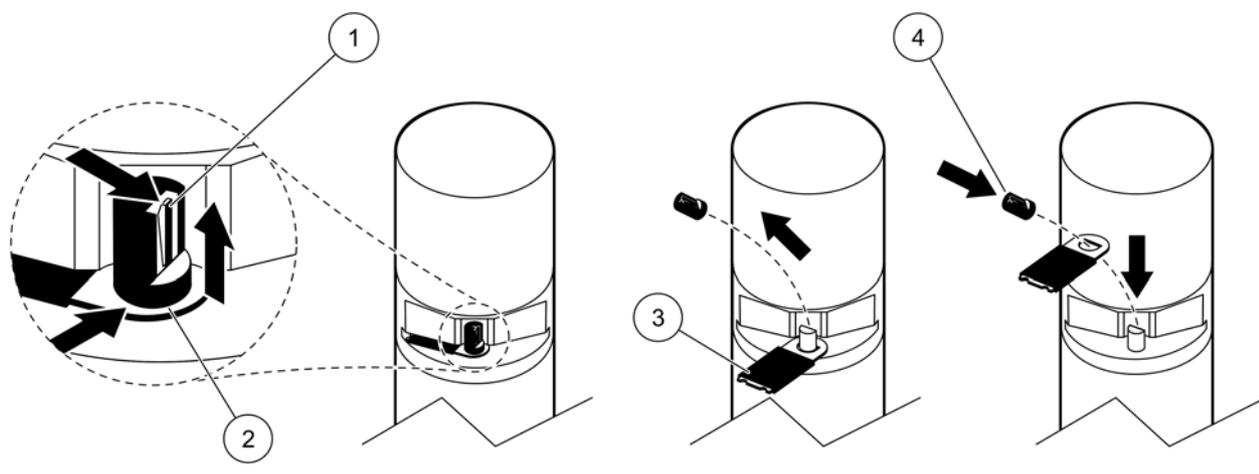

Рис. 8 Замена профиля очистителя
При замене профиля необходимо руководствоваться Рис. 8 и описанной ниже последовательностью действий.
9. Поднимите прижимную полосу (Рис. 8, поз. 1), переместите нижнюю часть крышки вверх и удалите ее (Рис. 8, поз. 2 и 3).
11. Очиститель выдвигается автоматически. Замените профиль очистителя (Рис. 8, поз. 4), установите на место крышку и зафиксируйте ее (Рис. 8, поз. 5).